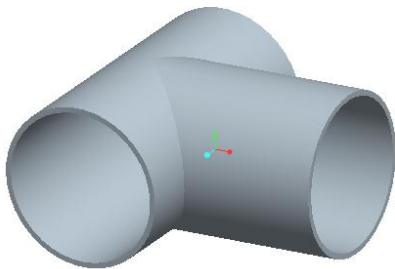

図 3-22 分岐管完成
- メインツールバーで「保存」をクリックして「OK」をクリックする。分岐管完成図を図 3-22 に示す。